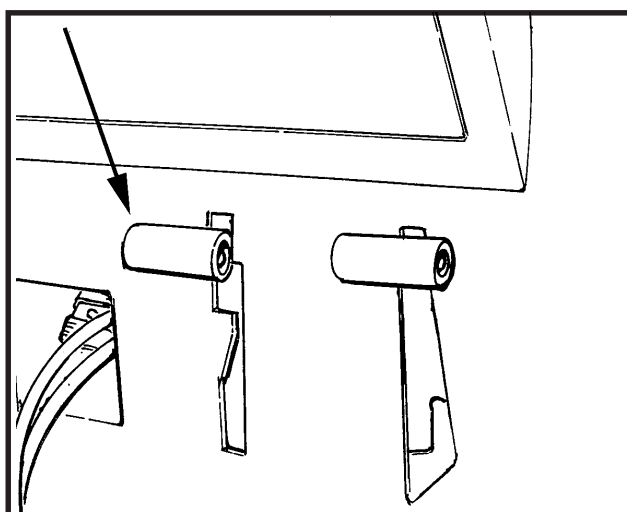

Abb. 17
2. Zum Anheben der Saugleiste, bewegen Sie den Saugleistenhebel nach oben. Siehe Abb.17.